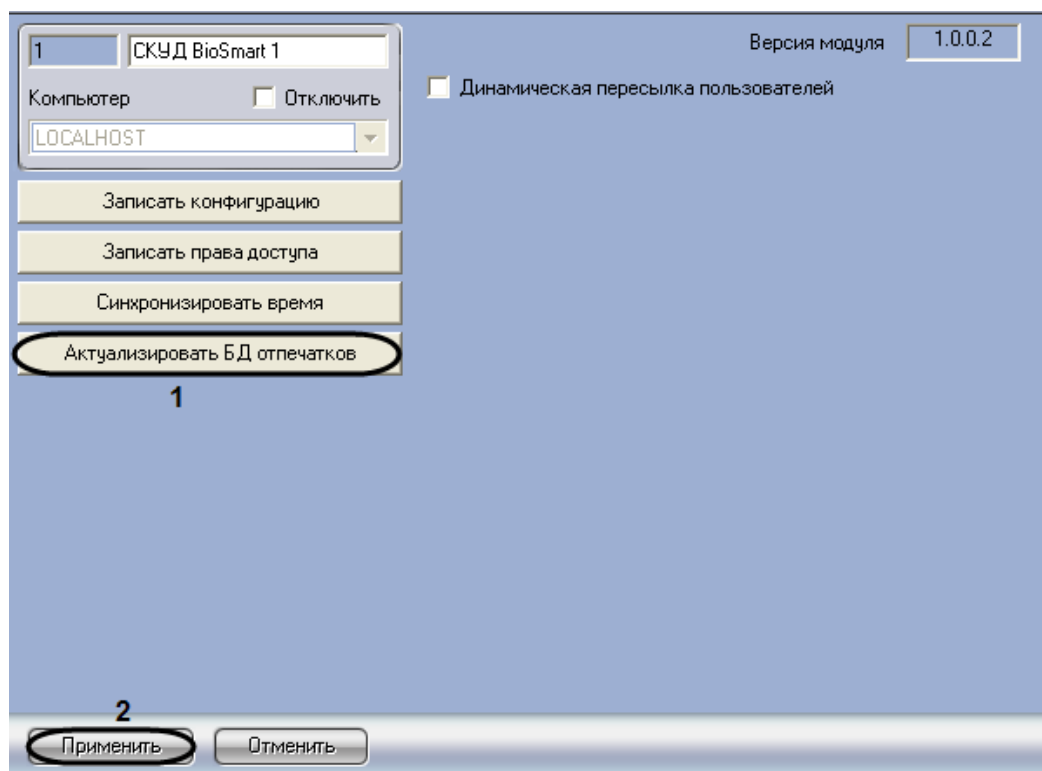

Рис. 3.13—1 Актуализация БД отпечатков
1. Перейти на панель настроек объекта **СКУД BioSmart** (Рис. 3.13—1).
2. Нажать на кнопку **Актуализировать БД отпечатков** (см.Рис. 3.13—1, 1).
3. Нажать на кнопку **Применить** (см.Рис. 3.13—1, 2).